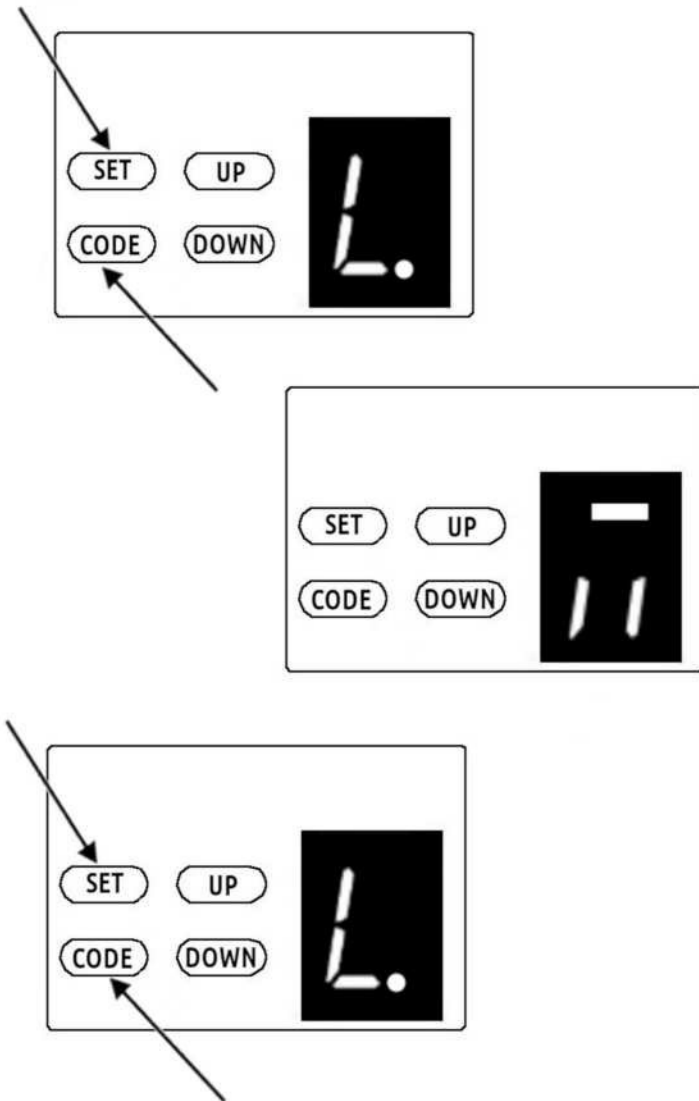

Fig.56
8.3.- Activar y Desactivar la Función de Bloqueo. (Fig.56)